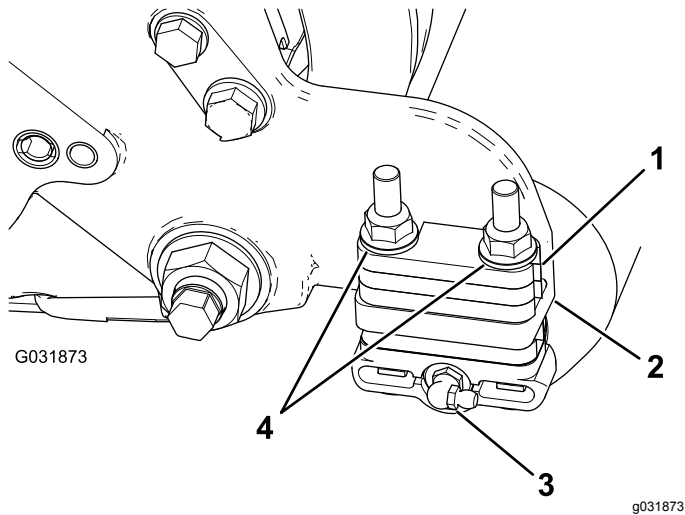

Figura 8
2. Instale o bocal de lubrificação de 90° de forma a que fique virado para trás (Figura 8).
3. Remova as duas porcas de bloqueio flangeadas que prendem cada suporte do rolo às placas laterais (Figura 8).